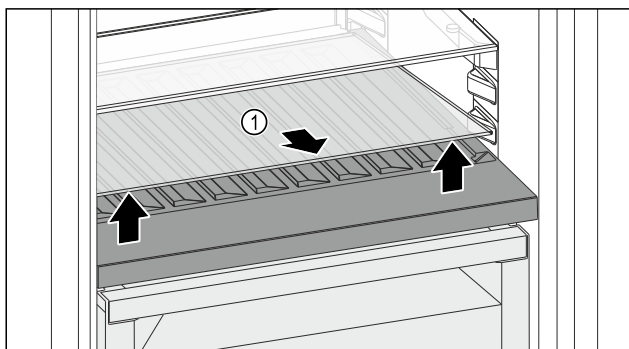

Fig. 165
- Sklenú dosku Fig. 165 (1) na vybraní vpredu nadvihnite a vytiahnite.
- Sklenú dosku Fig. 165 (1) bezpečne uchováajte mimo zariadenia.
- Vložte sklenú dosku (2) pod variabilnú priehradku na fľaše.